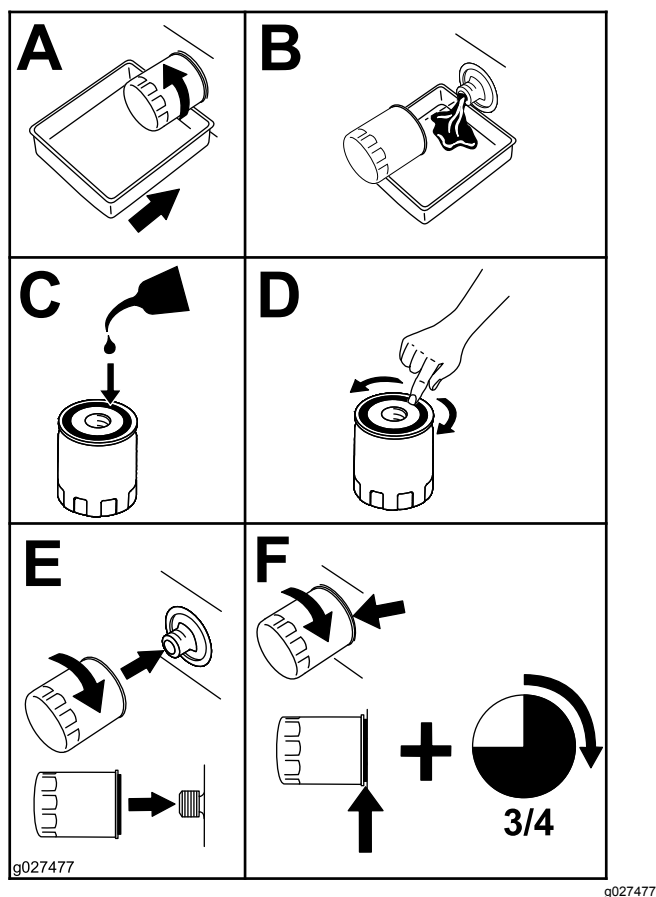

Figure 26
2. Remplacez le filtre à huile moteur (Figure 26).